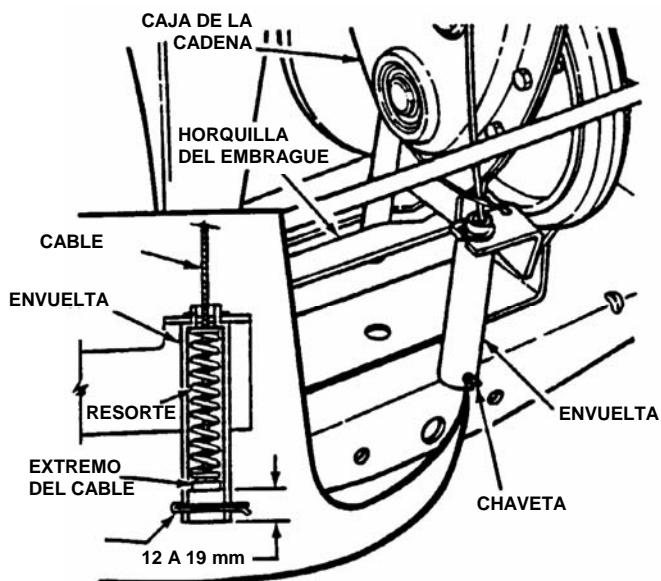
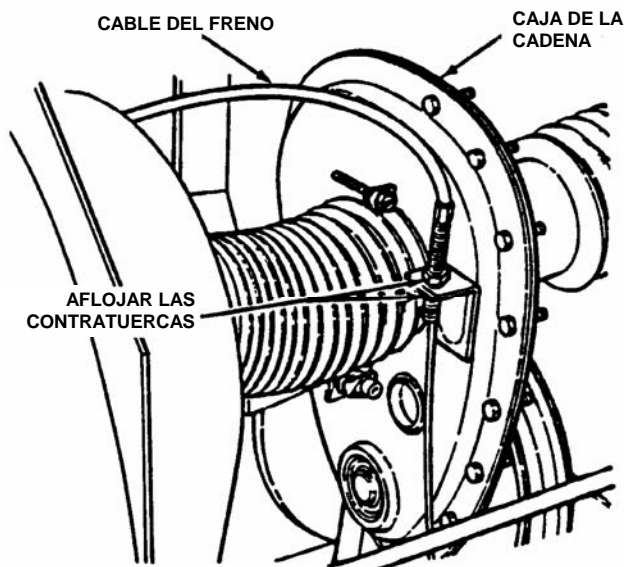

FIGURA 4.8
FIGURA 4.9
5. Mida la distancia entre el extremo del cable del embrague/freno y el fondo de la envuelta. No debe medir menos de 12 mm y no más de 19 mm. Vea la figura 4.8.
6. Si la medida es menor que 12 mm o mayor que 19 mm, afloje las dos contratuercas. Vea la figura 4.9. Sujete el cable del embrague/freno al soporte de la caja de la cadena.
7. Ajuste el cable hacia arriba o hacia abajo usando las contratuercas para obtener la distancia de 12 a 19 mm entre el extremo del cable (el ajuste se muestra en el encuadre de la figura 4.8) y el fondo de la envuelta. Vea la figura 4.9.
5. Mueva la palanca de cambio a punto muerto (N).
6. Gire la horquilla del embrague (se muestra en la figura 4.9) hacia afuera con la mano y haga pasar la correa entre el disco impulsor y el disco de caucho impulsado.